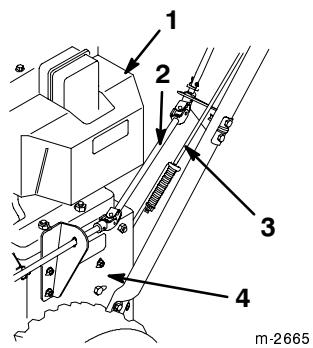

Figure 4
IMPORTANT : Vérifiez que l'ensemble tige d'orientation de l'éjecteur se trouve bien entre le moteur et la tige de traction (Fig. 4).
4. Positionnez le mancheron gauche en appui contre le côté gauche de la déneigeuse, les trous de montage dans l'alignement de ceux de la plaque latérale (Fig. 4).